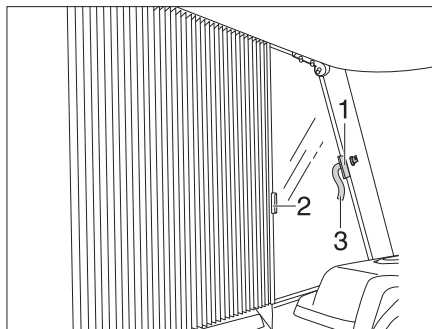

Bild 15 Sichern faltverdunklung Fahrer-/Beifahrerfenster
- Die faltverdunklungen für das Fahrerfenster und das Beifahrerfenster mit den Griffen (Bild 15,2) unter die abdeckungen schieben und mit den klettverschluss-schleifen sichern (Bild 15,1 und Bild 15,3). Die faltverdunklung ist gesichert.